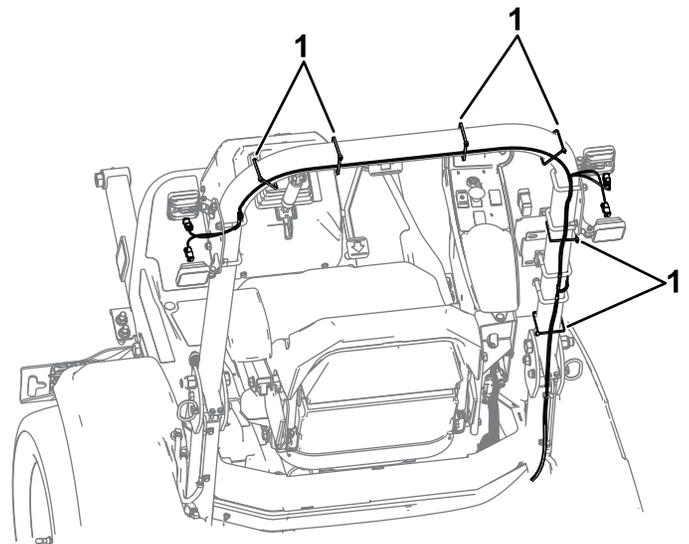

図 4
1. ワイヤハーネスをロールバーに配設し、図 4 のようにケーブルタイで固定する。